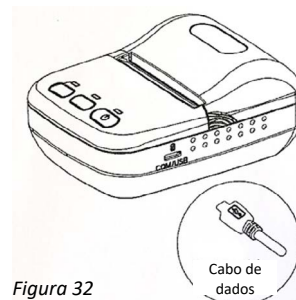

Figura 32
- Utilize o cabo de dados fornecido na caixa da impressora e ligue-o à porta de dados da impressora (Figura 32).